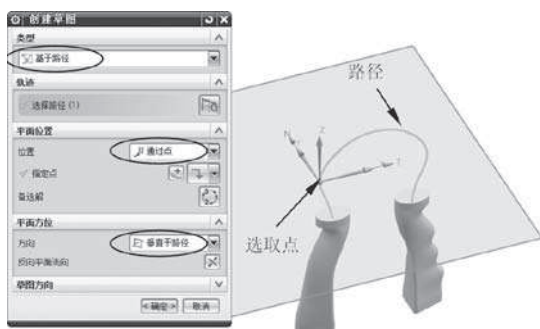

图3-8 设置草图平面
- ① 打开本例素材文件 Example\start\Ch03\3-1.prt。
- ② 在【直接草图】组中单击【草图】按钮, 打开【创建草图】对话框。
③ 按如图 3-8 所示的操作步骤进入草图环境中。